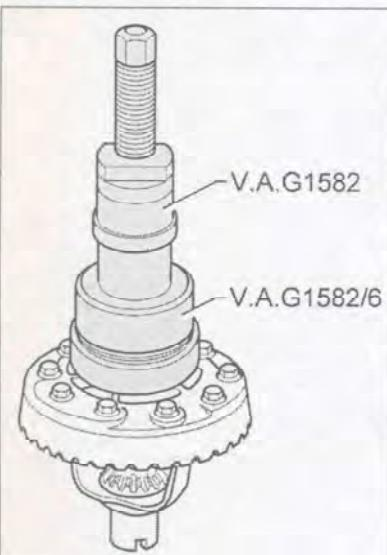

Рис. 7.288. Установка внутренней обоймы малого роликоподшипника.
2. Напрессуйте внутреннюю обойму малого роликоподшипника с помощью специального инструмента до упора (рис. 7.288).